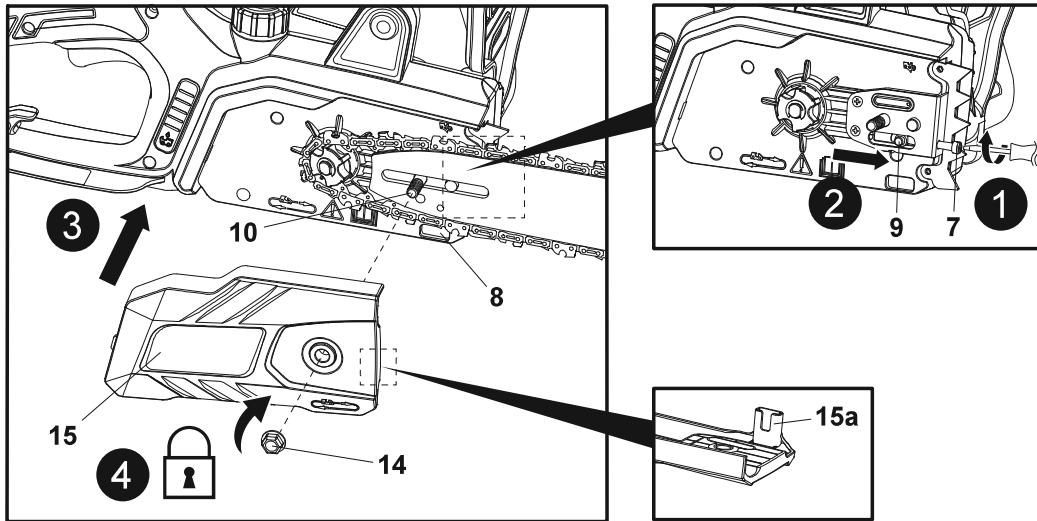

Fig. 5
8. Aperte o parafuso tensor (7) para a direita de modo a ajustar o pino de aperto (9)/guia (13) para a direita para apertar a corrente (12) com uma chave de parafusos adequada (não fornecida) e, em seguida, alinhe e coloque a cobertura da motosserra (15) sobre o parafuso de fixação (10) (Fig. 5, passos 1, 2, 3).
9. Fixe e aperte ligeiramente a porca de bloqueio (14) para a direita com a chave (25) fornecida (Fig. 5, passo 4). Certifique-se de que o espigão (15a) encaixa corretamente na ranhura (8). Não aperte completamente a porca de bloqueio (14), pois é necessário aplicar primeiro tensão na corrente.